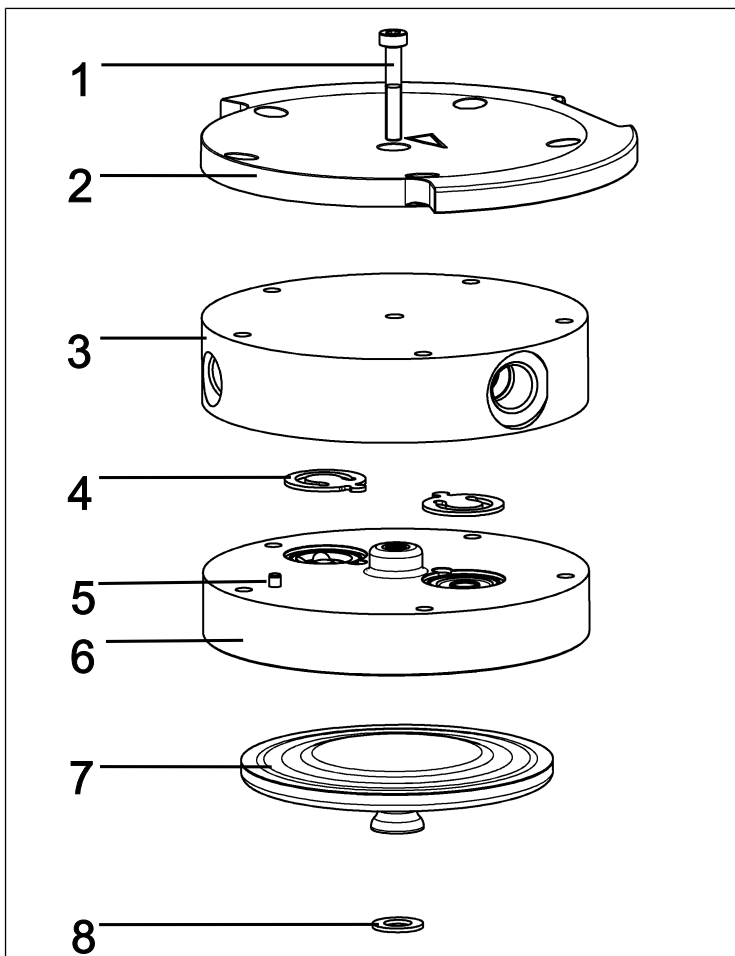

Fig.13: Testa pompa (nell'illustrazione: pompa N820)
- i** Le due viti con testa interne (1/ Fig. 13) resteranno per il momento ancora serrate.
i I seguenti numeri di posizione fanno riferimento al capitolo Fig. 13, se non diversamente indicato.